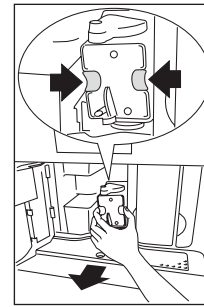

Fig. 39
- Premere verso l'interno i due tasti di sgancio di colore rosso e contemporaneamente estrarre l'infusore verso l'esterno (Fig. 39).